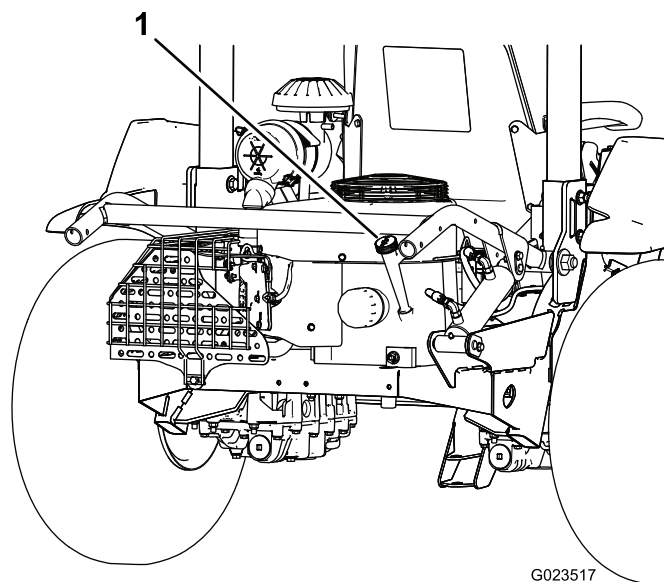
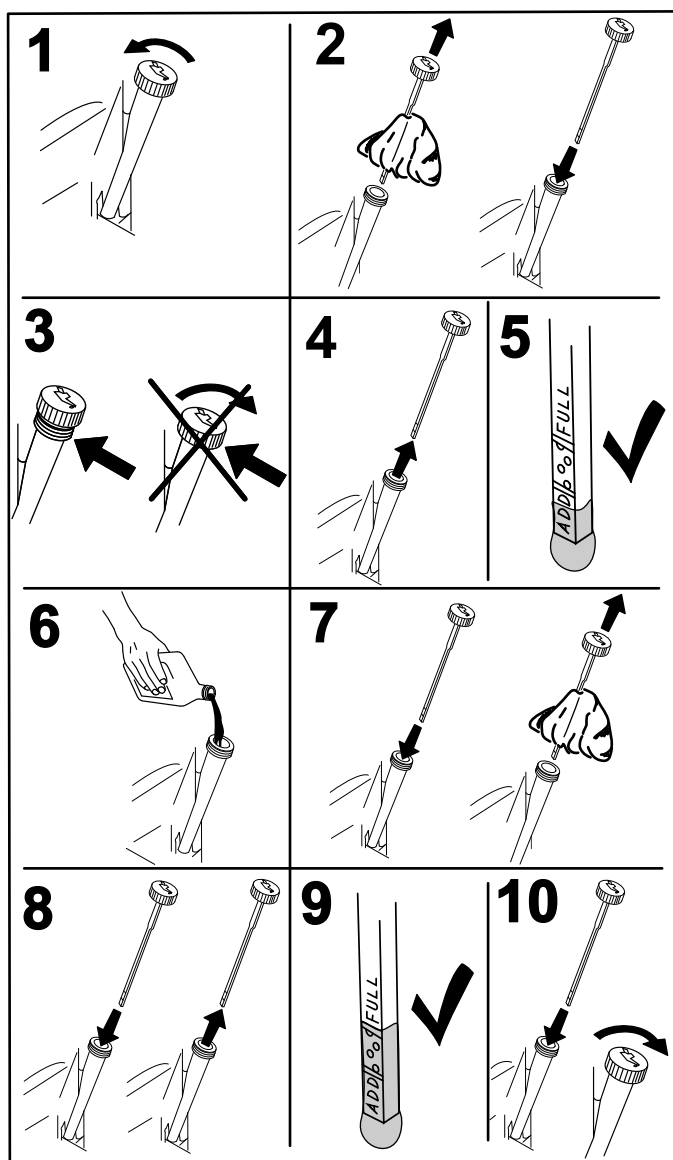

Figure 15
Figure 16
3. Sortez la jauge (Figure 15) et essuyez-la sur un chiffon propre (Figure 16).